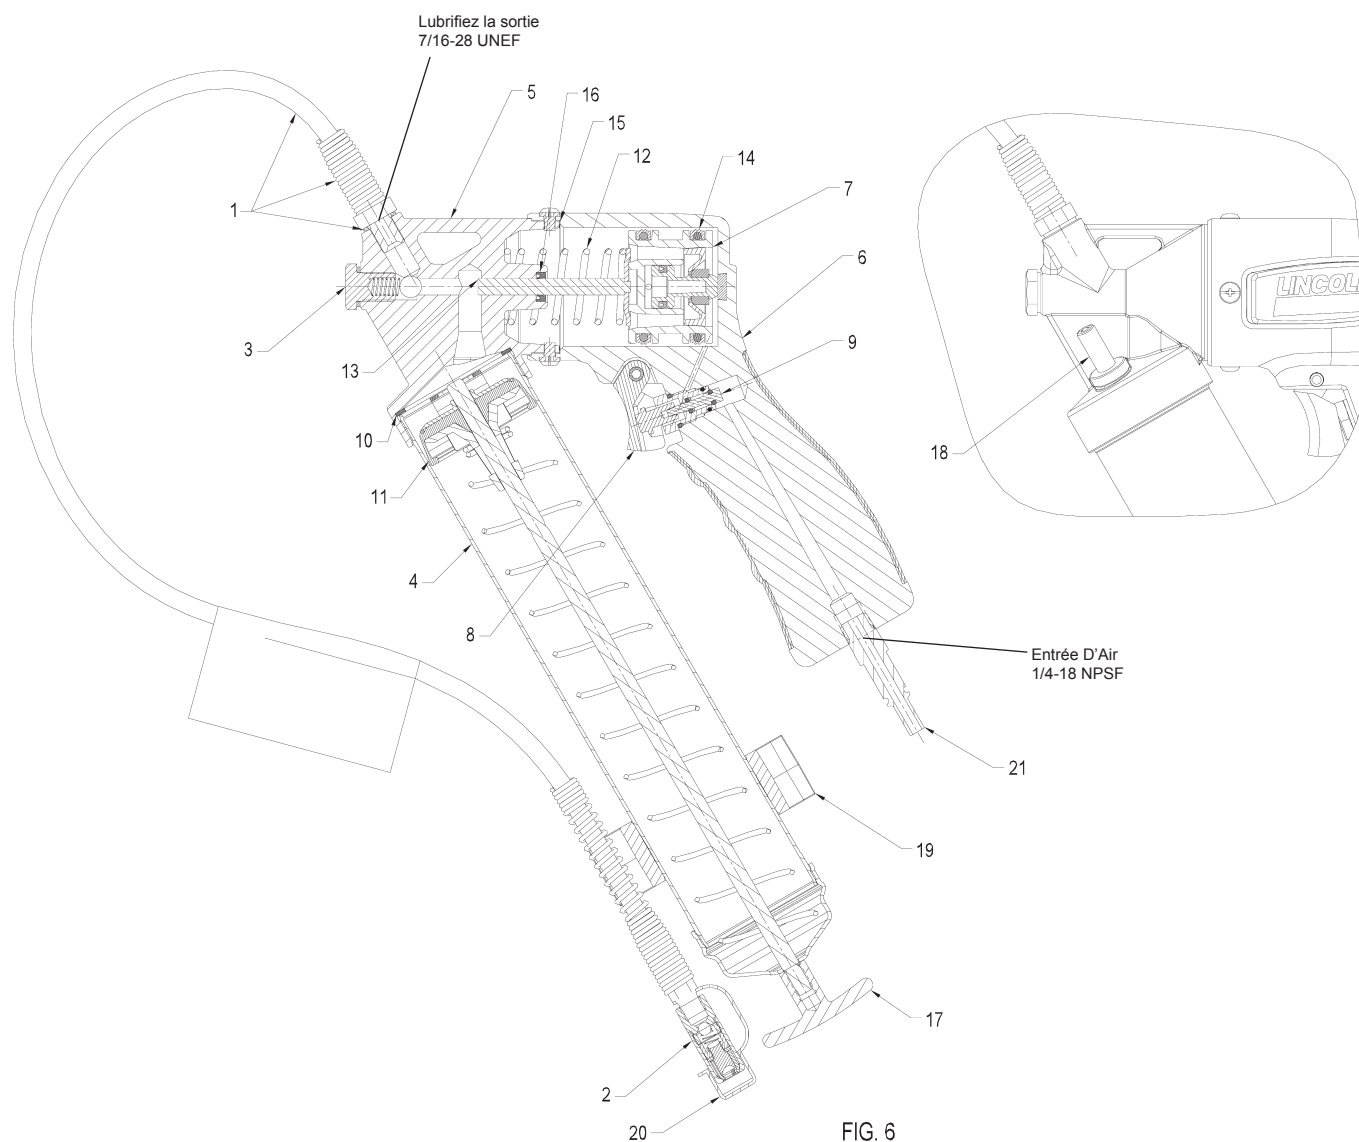

FIG. 6
- 1) Retirer la tringle de la capsule du réceptacle et engager la tringle avec la bielle en tournant la poignée. Exercez la force sur la poignée de palpeur après ouverture de l'ajustage de précision de vent/filler (18) (Fig. 6)